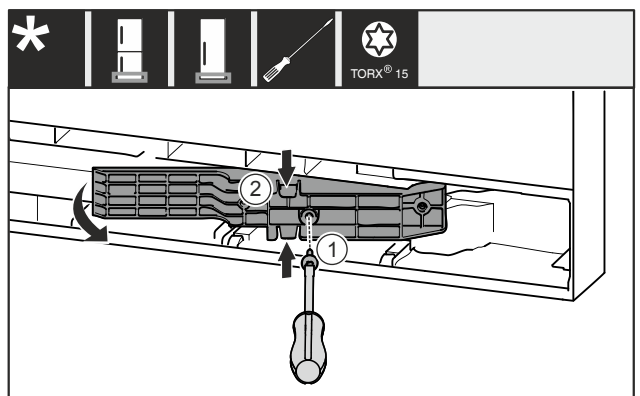

Fig. 22 *
- ▶ Távolítsa el a csavart Fig. 22 (1).*
- ▶ Finoman nyomja össze az illesztődarabot Fig. 22 (2) alul és felül, és húzza ki.*